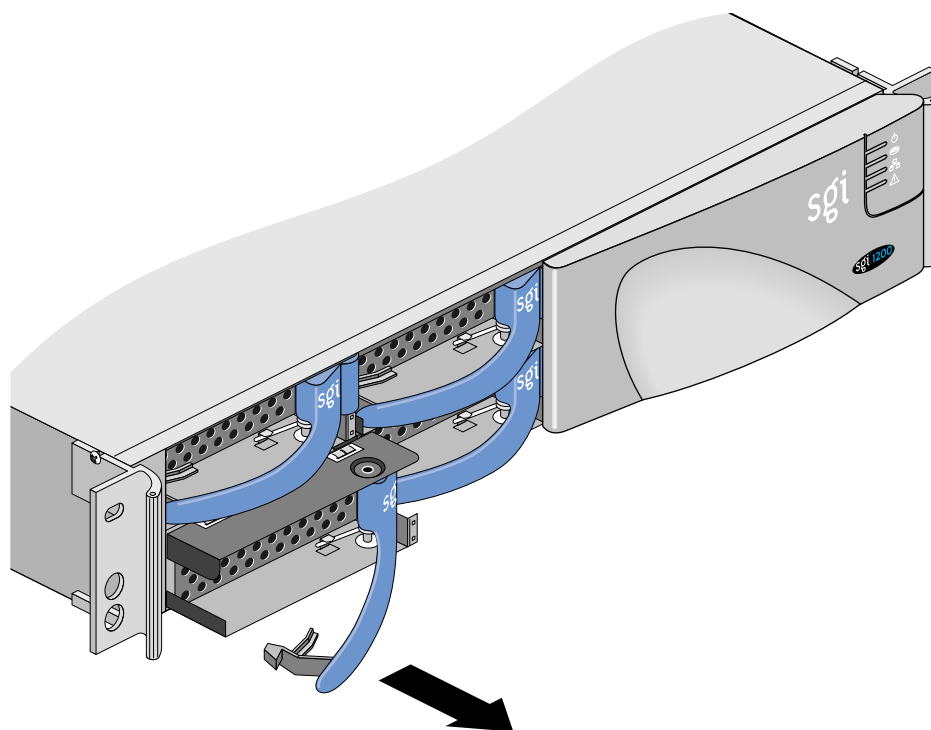

図4-4 ハードディスクドライブの取り外し
- ハードディスクドライブを、図4-4のように外に引き出します。